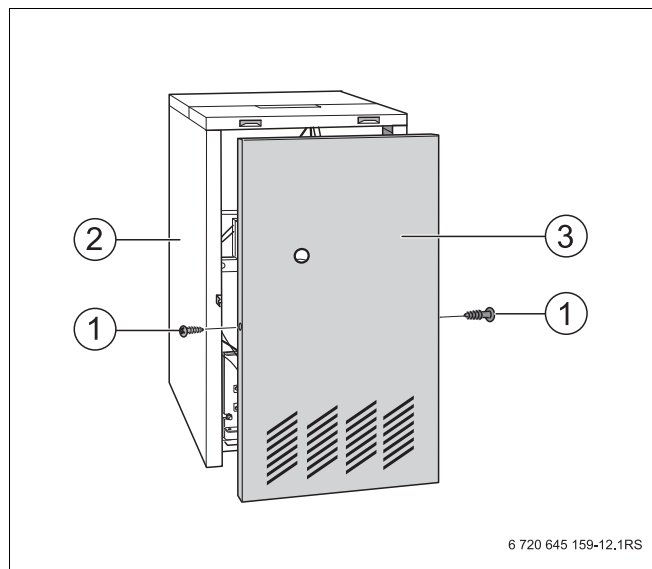

Рис. 12 Демонтаж передней стенки котла
- Вывернуть фиксирующие винты (Рис. 12, поз. 1) передней стенки (Рис. 12, поз. 3).
- Снять переднюю стенку котла (Рис. 12, поз. 3). Для этого ее нужно немного приподнять и снять, подав на себя.